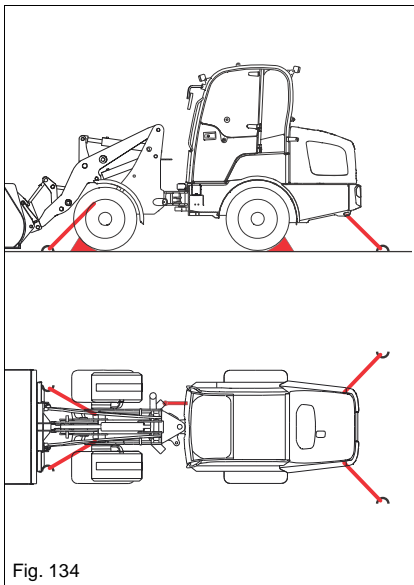

Fig. 134
4. Arrimer la machine comme indiqué dans la *Fig. 134*.